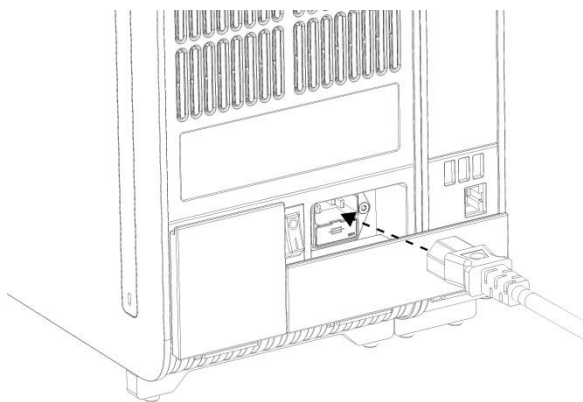

Figura 7. Conexión del cable de alimentación.
7. Conecte el cable de alimentación suministrado con el QIAstat-Dx Analyzer 1.0 a la parte posterior del módulo analítico (figura 7).